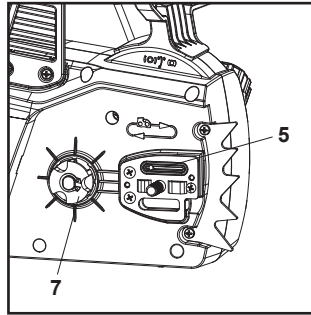

Fig. 37
1. Desmonte a guia (9) e a corrente (8) na ordem inversa à da montagem.
2. Verifique se a porta de lubrificação (5) apresenta obstruções e limpe, se necessário, para garantir a lubrificação correta da guia e da corrente durante a utilização. Utilize um arame flexível suficientemente pequeno para inserir no orifício de saída de óleo (Fig. 37).